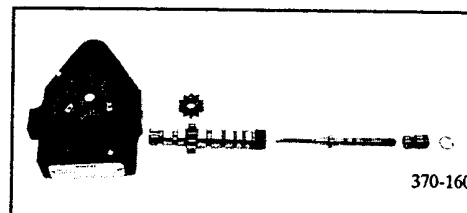

図 4-11. パイロット・バルブ・プッシングの組立
4. パイロット・バルブ・プランジャ部品を図 4-11 および 4-12 に示す様に組立てます。